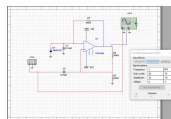

Рис.2
4. Описать принцип работы мультивибратора (см. рис. 2)?